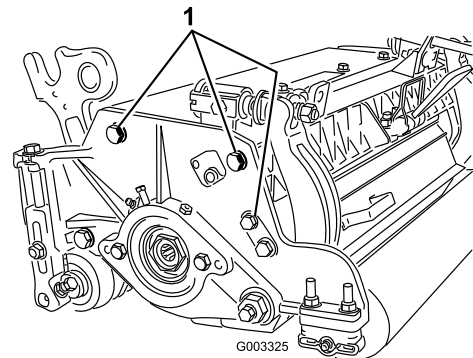

図 11
**注** リールと後ローラとの平行関係は、カッティングユニット全体の組み立て精度により保証されていますから、調整は不要です。極わずかの狂いの調整は以下の方法により可能です：カッティングユニットを定盤の上に載せ、サイドプレート固定キャップスクリューをゆるめる（図 11）。きちんと調整してキャップスクリューを締め付ける。キャップスクリューを 27~33 ft-lb (3.7~4.5 kg.m) にトルク締めする。